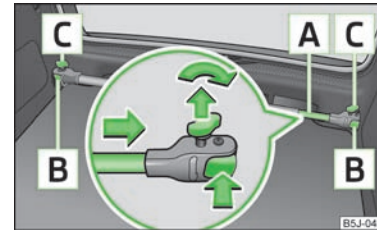

Abb. 51 Querträger einbauen
- Die Sicherungsschrauben C » Abb. 51 lösen und etwas herausziehen, dadurch werden die Halterungen B entriegelt.